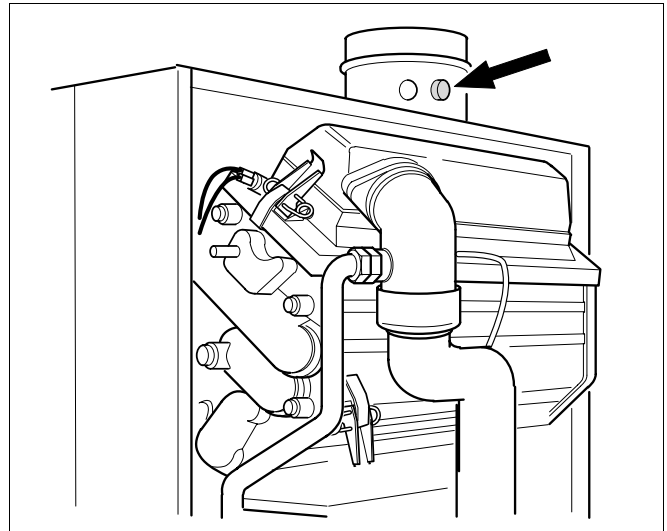

Fig. 31 Punto di misurazione dei gas combusti
- Misurare e annotare la componente di CO₂ nel punto di misurazione dei gas combusti (fig. 31).
Vedere il punto di misurazione (fig. 31).